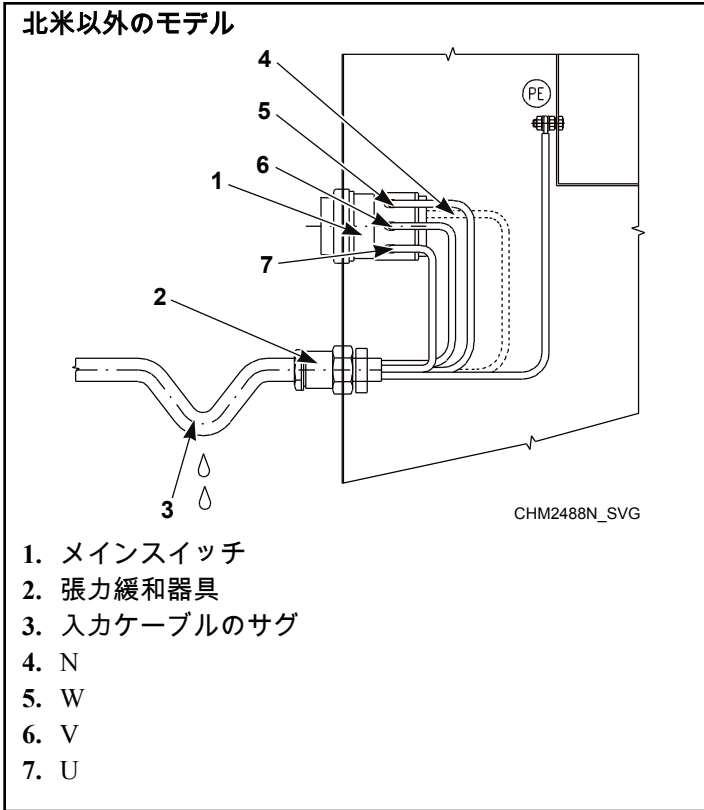
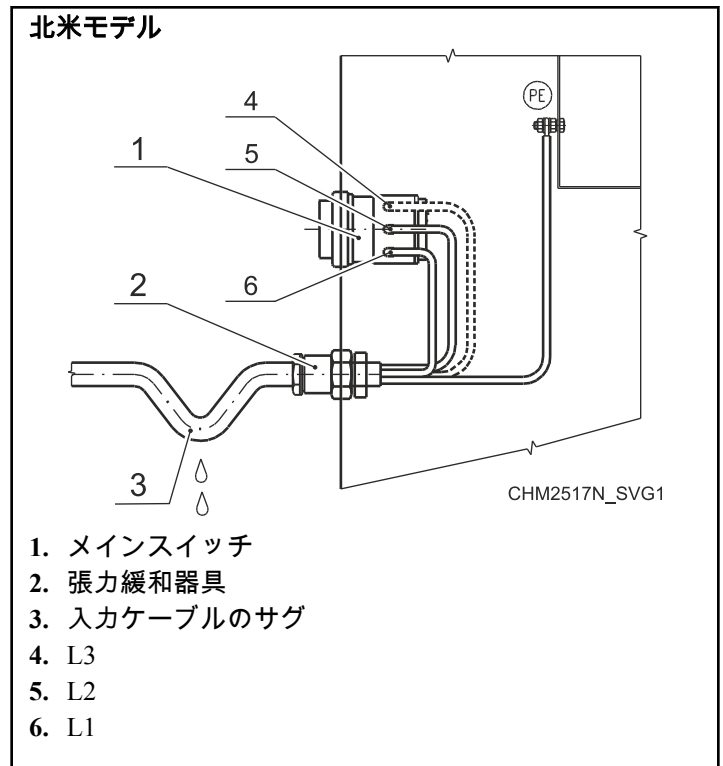

図 26
図 27
- 撚り導体と一緒に、L1/U、(L2/V)、(L3/W)、(N) 導体用絶縁スリーブ (6) を備えたワイヤー端管を使用します。メインスイッチがオフでも電源ケーブルは電圧下にあるため、偶発的な接触がないことを確認してください。
5. 電源ケーブル導体を L1/U、(L2/V)、(L3/W)、(N)マーク付き入力端子 (メインスイッチ [1]) と、PE マーク付き端子に接続します。図 26 または 図 27 参照。
6. 張力緩和器具の前でケーブルにサグを設けます。これは復水が本機に流入するのを防ぎます。図 26 または 図 27 参照。